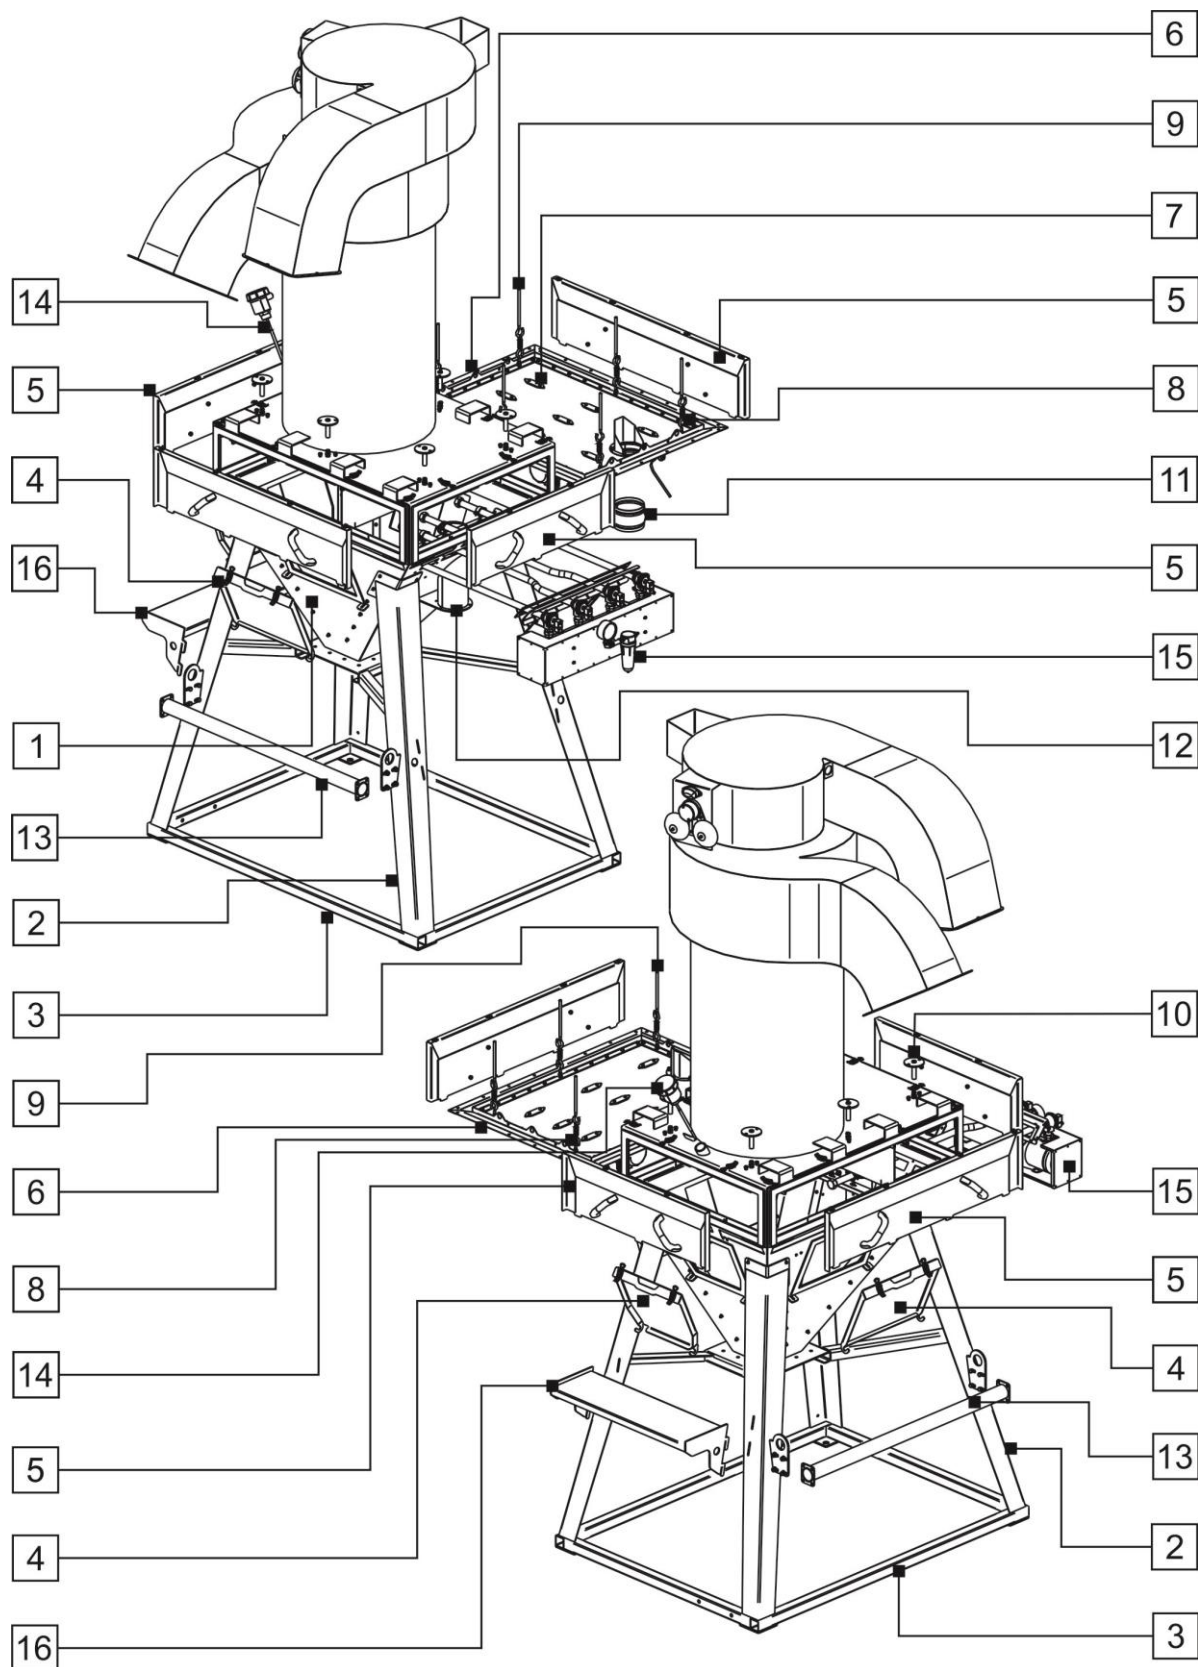

Рис. 15
Узел рассеивания (Рис. 15) состоит из корпуса (1) в виде усеченной перевернутой пирамиды, установленной на стойках (2), связанных в нижней части рамой (3). Стенки корпуса (1) снизу закрыты люками (4), а в верхней части крышками (5), которые открывают доступ к внутренним частям узла рассеивания.